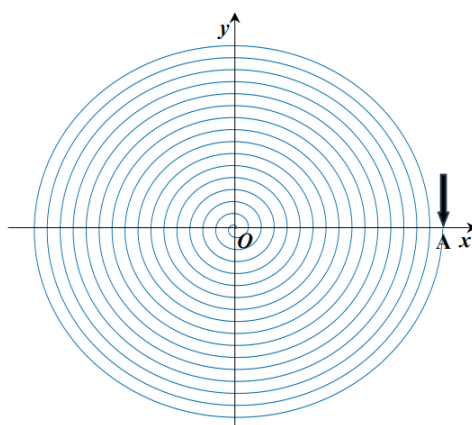

图 4
1. 舞龙队沿螺距为 55 cm 的等距螺线顺时针盘入，各把手中心均位于螺线上。龙头前把手的行进速度始终保持 1 m/s。初始时，龙头位于螺线第 16 圈 A 点处（见图 4）。请给出从初始时刻到 300 s 为止，每秒整个舞龙队的位置和速度（指龙头、龙身和龙尾各前把手及龙尾后把手中心的位置和速度，下同），将结果保存到文件 result1.xlsx 中（其中“龙尾（后）”表示龙尾后把手，其余的均是前把手，结果保留 6 位小数，下同）。同时在论文中给出 0 s、60 s、120 s、180 s、240 s、300 s 时，龙头前把手、龙头后面第 1、51、101、151、201 节龙身前把手和龙尾后把手的位置和速度。